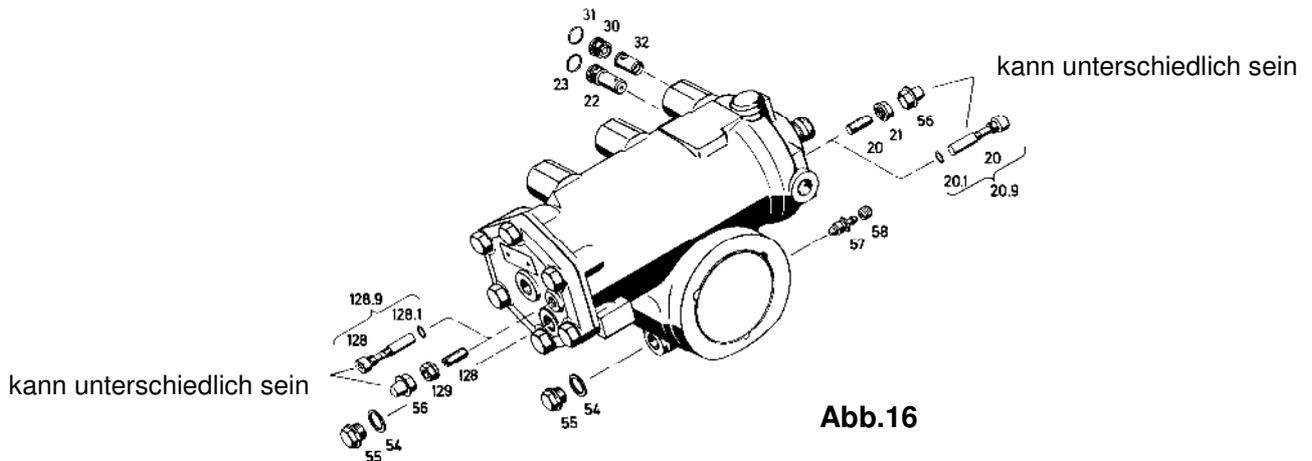

Abb.16
Schrauben Sie den Ventileinsatz (22) aus dem Gehäuse heraus (**Abb.16**) und entfernen Sie die O-Ringreste. Wenn der Druck nicht dem vorgegebenen Wert entspricht oder eine Leckage vorliegt, ersetzen Sie den kompletten Ventileinsatz (22).